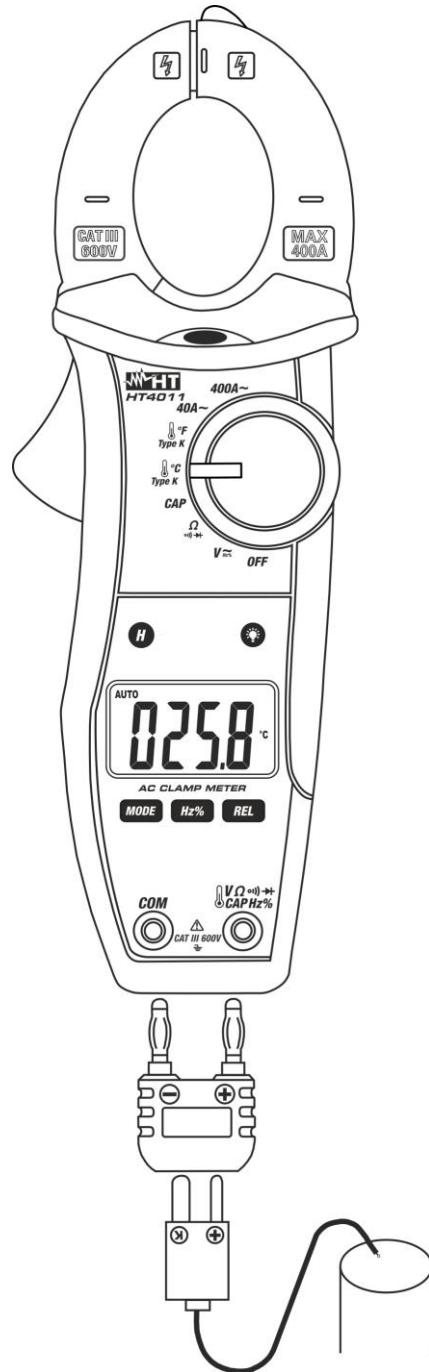

Fig. 9: Uso della pinza per misura di Temperatura con sonda K
2. Inserire la sonda a filo tipo K in dotazione nei terminali di ingresso $\text{V}\Omega\text{Hz}\%$ e **COM** tramite l'opportuno adattatore, rispettando la polarità mostrata in Fig. 9. Il valore della temperatura è mostrato a display